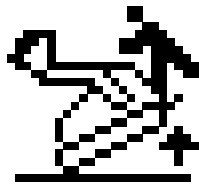

Figure 32
Lorsque vous déployez les bras de chargeuse à la portée maximum pour la hauteur des bras et le poids de la charge, l'InfoCenter affiche l'icône Smart Load (Figure 32), le témoin clignote, un bip d'alarme se fait entendre et le déploiement des bras s'interrompt.
4. Avec des outils manuels, tournez la vis dans le sens horaire jusqu'à ce que le frein soit desserré ou que la vis ne puisse plus tourner (Figure 32).